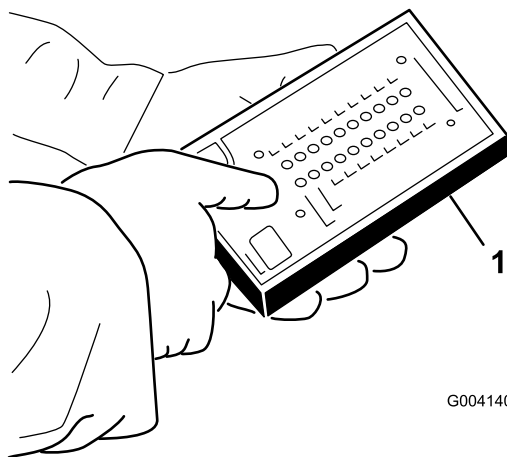

Figura 103
5. Ligue o conector do visor ACE de diagnóstico ao conector de fios (Figura 103).